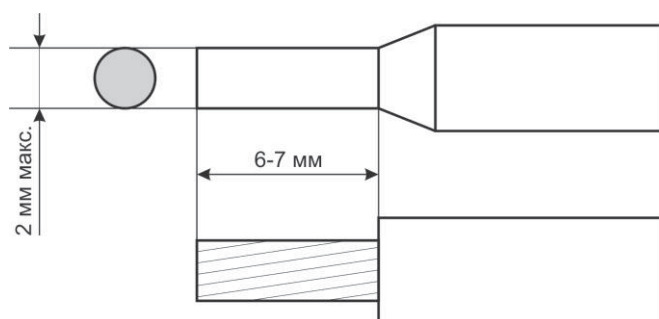

Рисунок 2.5. Наконечник.
- Прибор не имеет внутреннего предохранителя или автоматического выключателя. Поэтому следует использовать внешний предохранитель (рекомендуется биполярный, на ток 2А макс.) или автоматический выключатель. При использовании однополярного предохранителя, его следует устанавливать на фазный провод (L).
- Не зажимайте провода в клеммную колодку напрямую – используйте наконечники (рис. 2.5). Рекомендуемый момент затяжки ~0,5 Нм.